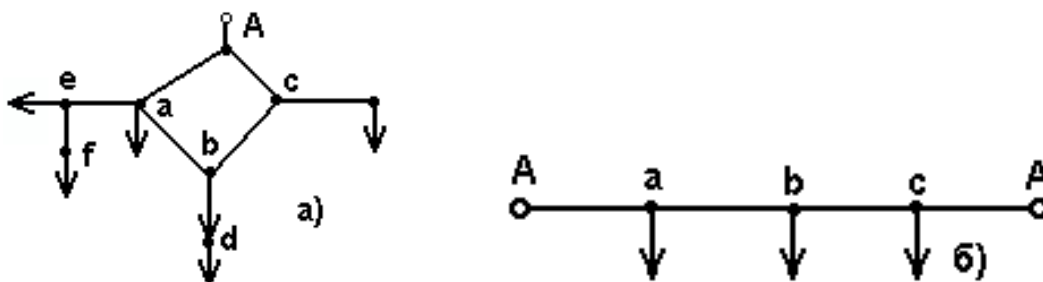

Рисунок 15 – Расчетная схема
Четыре электропотребителя питаются от замкнутой линии напряжением 10 кВ (рис.15, а). Кольцевая линия выполнена проводом АС-70, а ответвления – проводом АС-50.
1. Сделав разрез по источнику питания, кольцевая линия преобразуется в линию с двухсторонним питанием (рис.15 б).